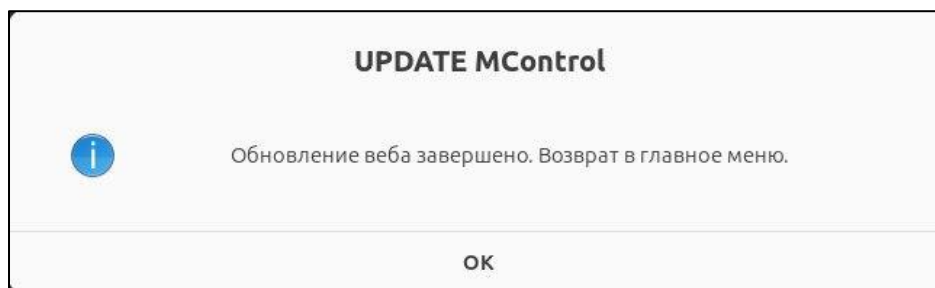

Рисунок 90 – Уведомление о завершении обновления веб-интерфейса
- 2) По завершении обновления отобразится уведомление о завершении (Рисунок 90). Нажмите «ОК».